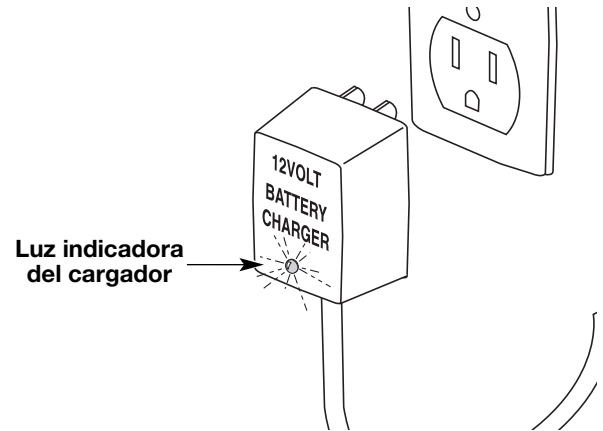

Fig. 5
2. Cuando se enciende la luz roja indicadora en la unidad, la batería se está cargando (Fig. 5). Si la luz no se enciende, verifique lo siguiente:
3. Cargue la batería hasta que la Luz Indicadora de Carga del cargador cambie de rojo a verde (Fig. 5).